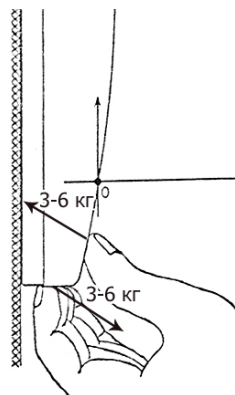

Рисунок 2. Снятие передней панели
2.1.6 Снимите переднюю панель блока, изогнув её относительно точки «0» в соответствии с рис. 2. Большие пальцы расположите над защелками и как можно ближе к точке «0».
2.2.7 Закройте переднюю панель блока в порядке, обратном порядку снятия (рис. 2).